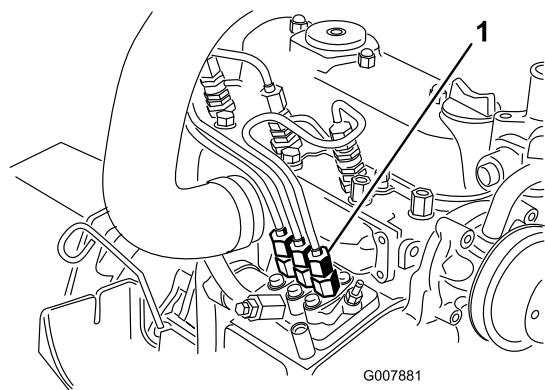

Figure 44
1. Placez un chiffon sous le raccord du tuyau allant de la pompe d'injection à l'injecteur n° 1, comme illustré à la Figure 44.